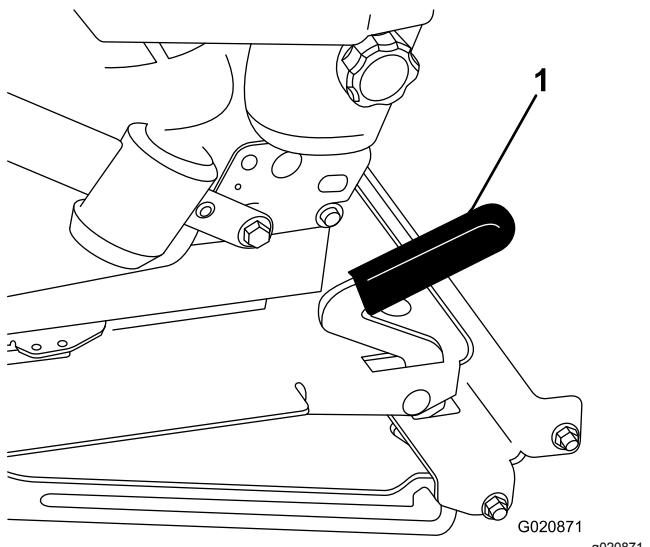

Figura 21
2. Tire del enganche del asiento hacia adelante y levante para desenganchar el asiento (Figura 21).